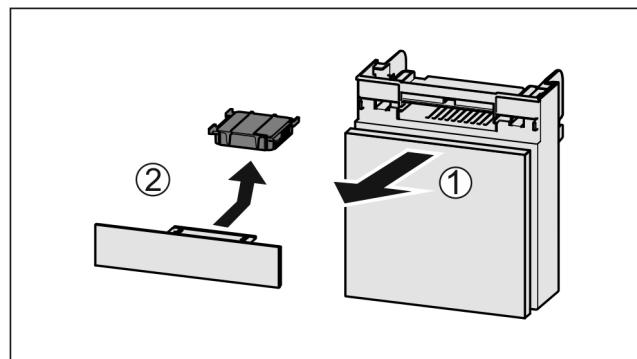

Fig. 131
- Издърпайте Fig. 131 (1) напред от отделението.
- Извадете Fig. 131 (2) филтъра с активен въглен.